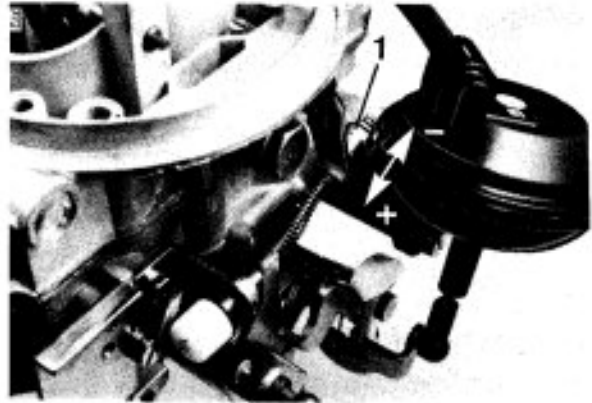

Bild 48
12.2 Einspritzmenge (Bild 48)
- Korrektur durch Verdrehen der Einstellmutter (1) Bild 48.